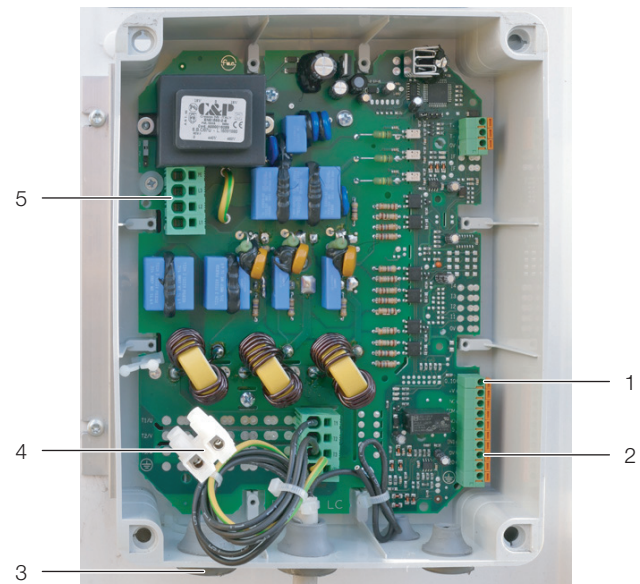

Abb. 31: Elektroanschluss am Verflüssiger zur indirekten Freikühlung
Am Verflüssiger zur indirekten Freikühlung erfolgt der Anschluss der Spannungsversorgung im Anschlusskasten (Abb. 31, Pos. 3).
- Schließen Sie das Kabel an den Anschlussklemmen (Abb. 31, Pos. 5) entsprechend an.
Die Steuer- bzw. Signalleitungen müssen ebenfalls zwischen den entsprechenden Anschlusspunkten am Verflüssiger zur indirekten Freikühlung (Abb. 31, Pos. 1, 2 und 4 sowie Abb. 32, Pos. 2) und der Elektronikbox am LCP DX/FC verlegt werden. In der Elektronikbox erfolgt der Anschluss an der Klemmleiste X2A.